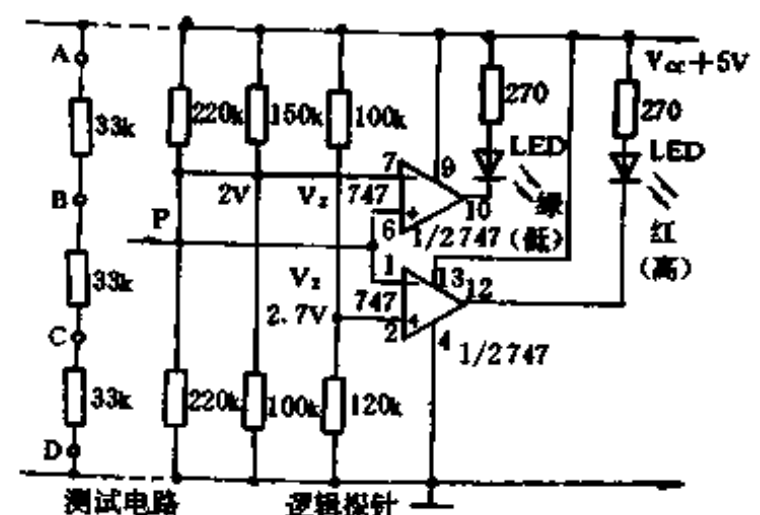

图1-129
此逻辑探针仅仅使用了一片集成电路,两只LED和几只电阻,可用于测试两个基本电平。如图1-129所示,电路中使用了一片747双运算放大器。参考电平可以调整,使电路在2~2.7V时无输出,两只LED都不亮。如果探针输入端P点电压低于2V,绿灯亮指示逻辑低电平,如果高于2.7V,红灯亮指示逻辑高电平。需要的话,分别调整放大器的反相输入端⑦脚电压和同相输入端②脚电压,可以改变无输出状态的两电压之间的范围。